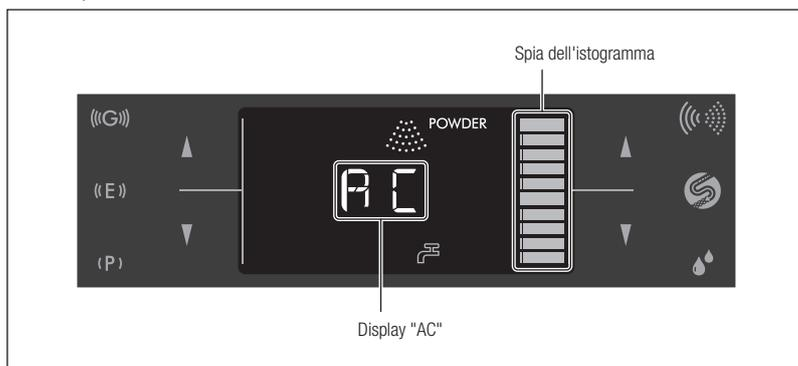

Fig. 38
- 6) La pulizia automatica richiede circa 45 secondi. Sul pannello LCD viene visualizzato "AC" durante la pulizia automatica e sulla spia dell'istogramma viene visualizzato il tempo approssimativo restante (Fig. 38).